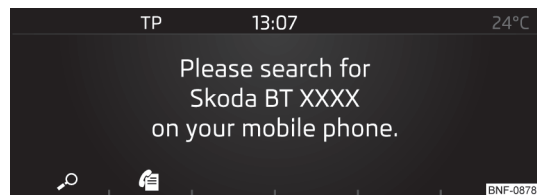

Fig. 106
- Dacă la aparat **nu** este conectat niciun telefon, apăsați tasta **PHONE** → 🔍 » fig. 106.
- Dacă la aparat **nu** este conectat niciun telefon, apăsați tasta **PHONE** → 📞 » fig. 106.